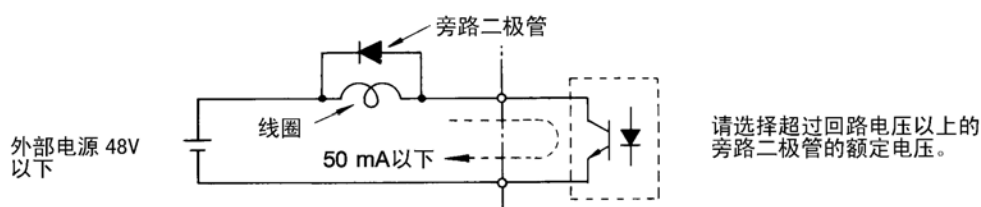

图 2.20 旁路二极管的连接
- * 2 驱动继电器线圈等电抗负载时, 请务必如图 2.20 所示, 插入旁路二极管。